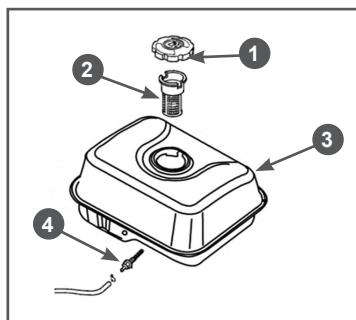
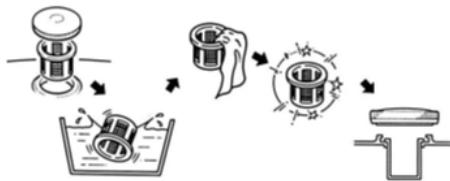

Рис. 18 Топливные фильтры
Рис. 19 Обслуживание фильтра топливного бака
В топливном баке установлены два сетчатых топливных фильтра. Один фильтр устанавливается в запливной горловине топливного бака. Второй фильтр конструктивно объединен со штуцером топливного бака и установлен внутри бака (Рис. 18).
- Топливный фильтр 2 (Рис. 18), установленный в горловине бака, проверяйте при каждой заправке бака топливом. При необходимости вынимайте сетчатый фильтр из бака и производите его очистку (Рис. 19). Регулярно проверяйте целостность сетчатого фильтра, при обнаружении механических повреждений замените сетчатый фильтр.
Через каждые 300 часов работы необходимо производить очистку топливного бака от грязи и конденсата. Одновременно с очисткой топливного бака необходимо проверять и очищать фильтр 4, установленный внутри бака (Рис. 18). Поврежденный или сильно загрязненный фильтр необходимо заменить.
3. Выкрутите из топливного бака выходной штуцер 4 и произведите его очистку (Рис. 18). Внимательно осмотрите сетчатый фильтр. При обнаружении механических повреждений замените штуцер топливного бака.